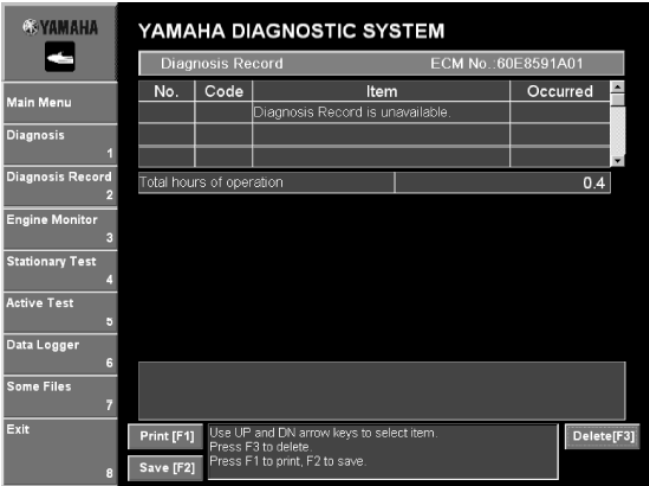
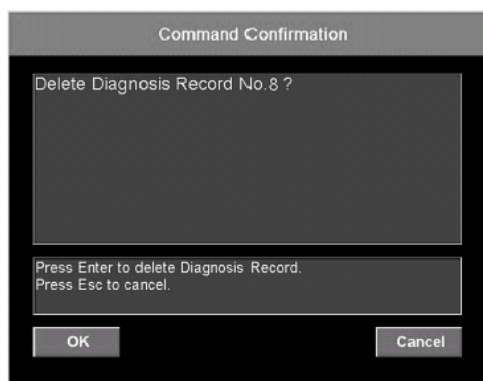

Рис. 42
Рис. 44
Когда Диагностические записи не доступны, отображается “Диагностическая запись недоступна”(“Diagnosis Record is unavailable”). (Рис. 42)
2. Щелкнуть **Удалить [F3] (Delete [F3])** или нажать, F3 на клавиатуре. (См. рис. 42.) появится сообщение подтверждения (Рис. 44).
3. Щелкнуть **Ввод(OK)** или нажать клавишу Enter клавиатуры. (Рис. 44) отобранный элемент будет удален. Чтобы отменить удаление элемента, щелкните **Отмена(Cancel)** или нажмите клавишу Esc клавиатуры.